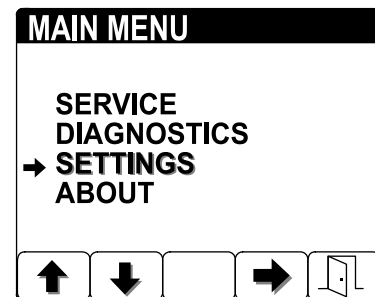

Figure 10
4. Après avoir saisi le code PIN, appuyez sur le bouton 5 (Figure 10).